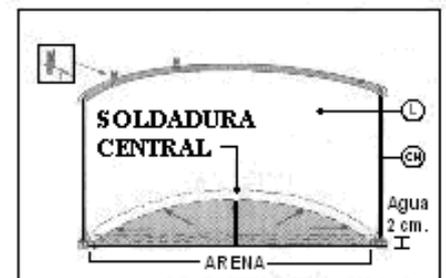

fig.23
a) Sitúe el liner (L), en el centro de la piscina y despléguelo hacia los laterales (colocar el lado rugoso hacia arriba y la lisa hacia abajo). La soldadura que une la base de la piscina al lateral tiene que quedar perfectamente arrimada y alineada a los perfiles inferiores de la pared, fig. 23. La soldadura del liner debe ser colocada hacia el suelo y la pared de la piscina.